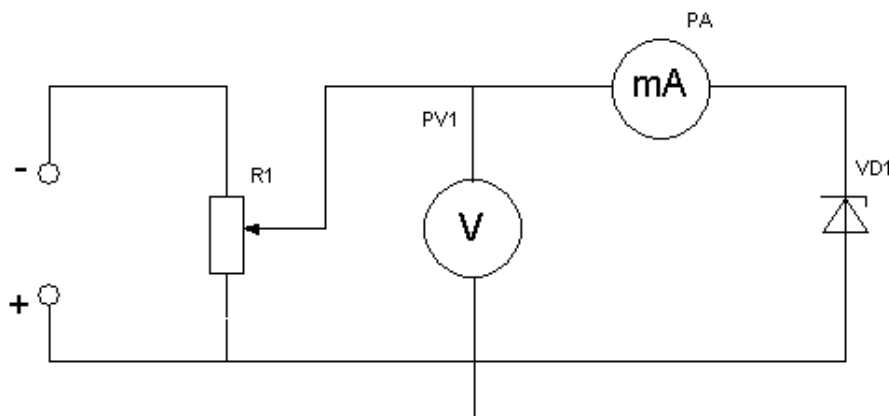

Рисунок 3.1. Исследование полупроводникового стабилитрона при прямом включении
3. Собрать схему (рисунок 3.1)
4. Снять прямую ветвь вольтамперной характеристики опорного диода  $I_{пр} = f(U_{пр})$  по схеме (рисунок 3.1)